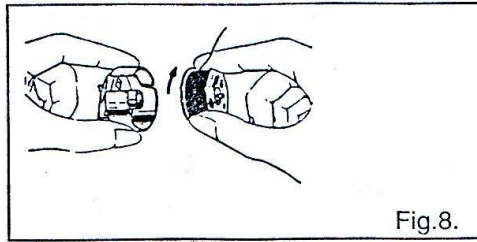
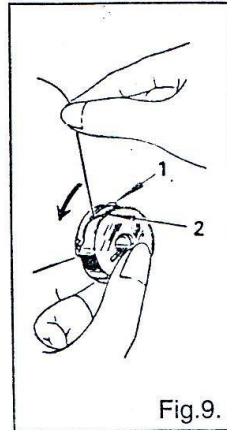

Fig. 8.
Fig. 9.
10. Заправка нити в шпульный колпачок (Рис. 8, 9, 10, 11)
1. Вставьте шпульку с намотанной нитью в шпульный колпачок (Рис. 8). Вытяните нить сквозь прорезь (1) и протяните ее под натяжной пружиной (2) (Рис. 9).